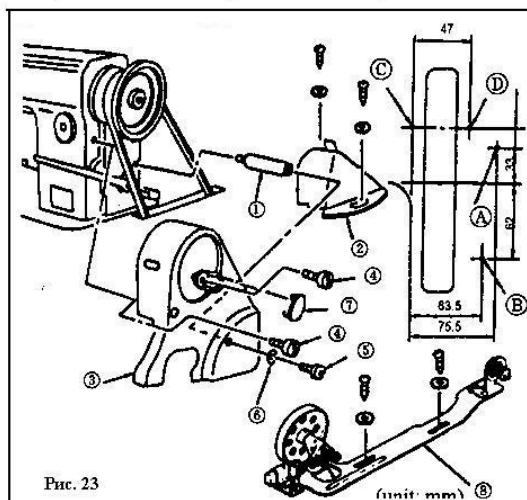
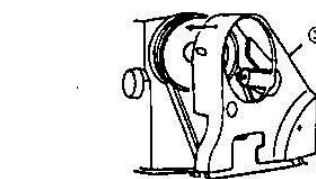
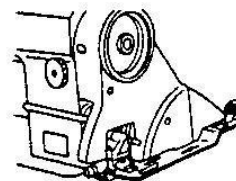

Рис. 23
Рис. 24
Рис. 25
1. При пошиве тяжелых материалов двигайте нитепритягиватель (1) влево в направлении «А», чтобы увеличить длину нити, вытягиваемой нитепритягивателем.
2. При пошиве легких материалов двигайте нитепритягиватель (1) вправо в направлении «В», чтобы уменьшить длину вытягиваемой нити.
3. Если линия отметки «С» на нитепритягивателе (1) находится на одной линии с центром нитки, то это стандарт.
17. РЕГУЛИРОВКА КОЖУХА РЕМНЯ И МОТАЛКИ (Рис. 23, Рис. 24, Рис. 25).